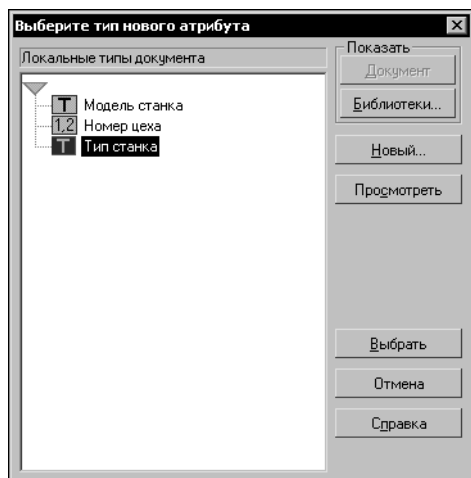

Рис. 63.2. Диалог выбора типа атрибута
3. Нажмите кнопку **Новый...** для вызова диалога выбора типа атрибута (рис. 63.2).